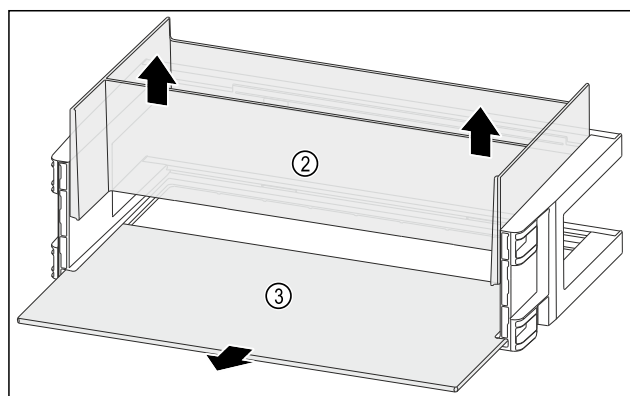

Fig. 111
- Retirer l'Organizer Fig. 111 (2) vers le haut.
- Retirer la tablette de rangement Fig. 111 (3).